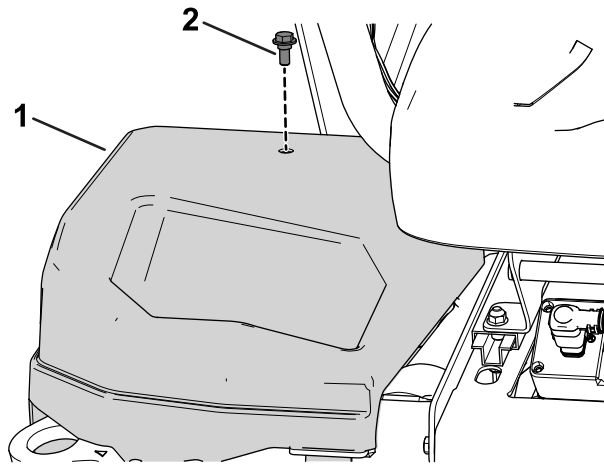

**Bild 46**
4. Montieren Sie die 6-Sockel-Kappe am Kabelbaumsteckverbinder mit der Bezeichnung P50 (Bild 46).